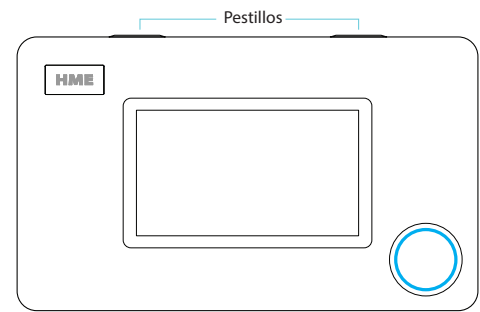
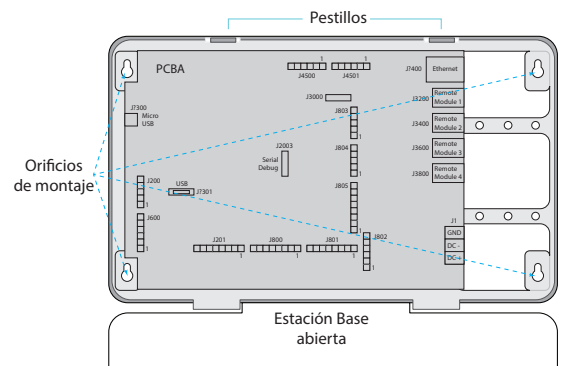

Fig. 2.2
Fig. 2.3
3. Hay dos pestillos a lo largo de la parte superior de la estación base (véase la fig. 2.2). Desbloquee éstos para abrir la cubierta de la estación base (la cubierta no se separa completamente, ya que está articulada en la parte inferior). Se ven cuatro orificios de montaje, uno en cada esquina a través de las patas (véase la fig. 2.3).